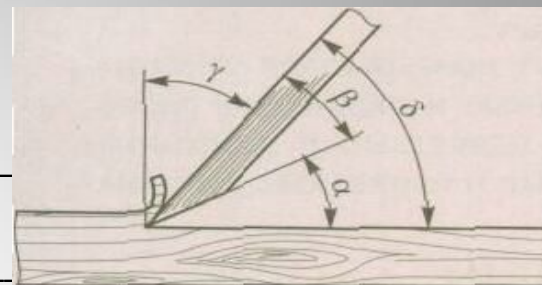

Рис. 1.1
3. Как называются углы резания, изображенные на рис. 1.1?